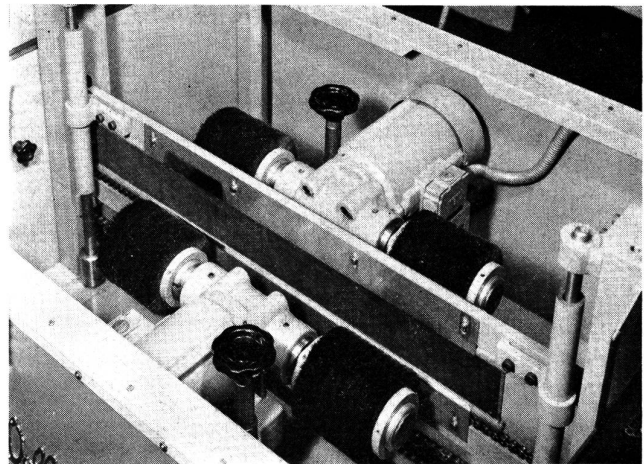

Abbildung 3 Bürst- und Polierzone mit den vier rotierenden gegenläufig drehenden Bürsten
Auf dem «Reed-O-Mat», einer automatischen Webblatt-Bürst- und Poliermaschine, werden keine Steine zum Polieren verwendet. Anstelle der Steine treten die sogenannten Scotch-Brite Polierscheiben (6). Schon ein leichter Druck dieser Polierscheiben auf das Blatt genügt, damit sich die rotierende Scheibe leicht zwischen die Zähne eindrückt und deren Kanten abrundet und poliert. Diese Arbeit wird vollautomatisch ausgeführt. Es braucht weder fachmännische Kenntnisse noch Gefühl, weder separate Polierscheiben für verschiedenartige Blätter noch eine Ueberwachung der Maschine. Die Blätter werden ins Abgabemagazin der Maschine gelegt und die Automatik schiebt sie durch die Bürsten oder Polierscheiben. Auf der andern Seite des Bürstmechanismus werden sie wieder ins Aufnahmefmagazin aufgestapelt. Die Vorschubgeschwindigkeit kann stufenlos eingestellt werden. Die Maschine ist standardmässig lieferbar für Blattlängen von 2 m bzw. für Blattlängen bis zu 3,30 m (Abbildung 3).